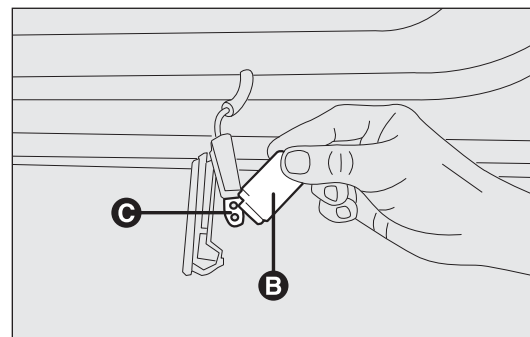

fig. 182
- ☐ presione lateralmente en la pantalla de la lámpara B-fig. 182 a la altura de los dos pernos de fijación y gírela;